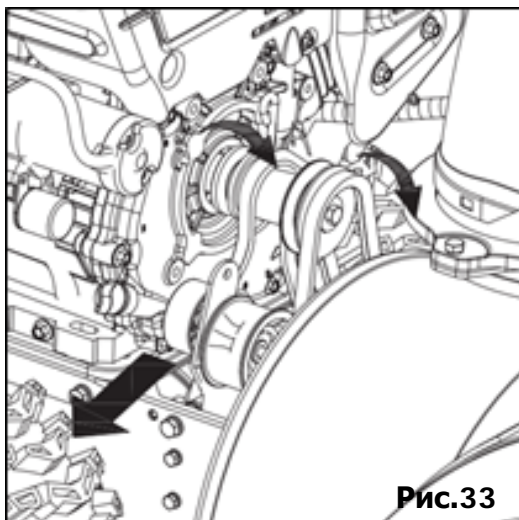

Рис.33
- Снимите приводной ремень со шкива двигателя (Рис. 33).